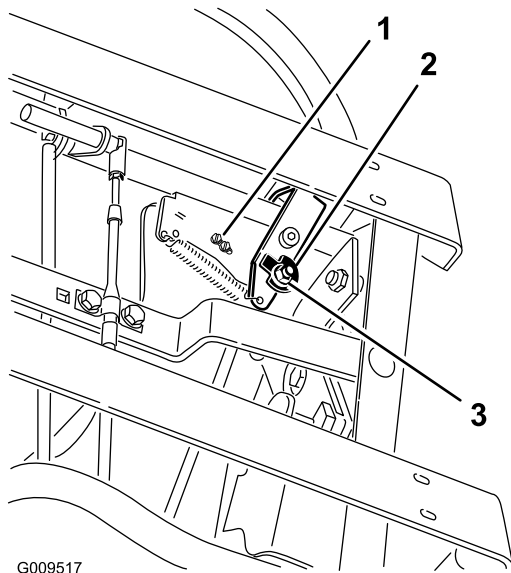
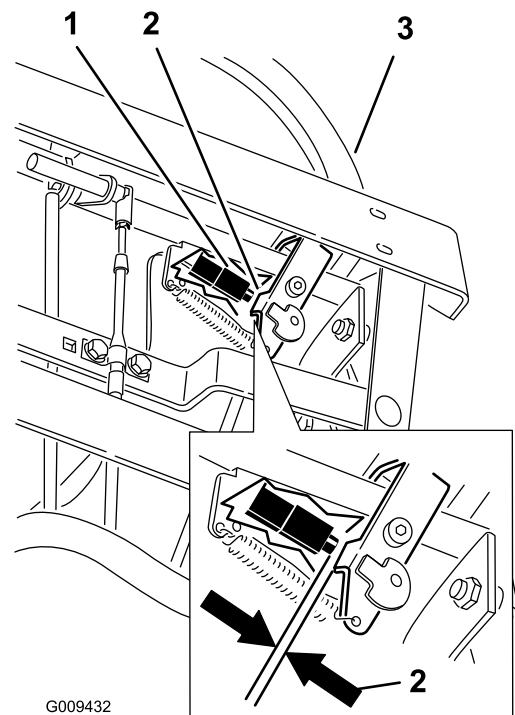

図 69
図 70
7. カムを固定しているナットとボルトをゆるめる (図 69)。
10. 図 70 に示されている、コントロール・レバーとスイッチとのすき間を点検する。すきまが 3mm あることが必要である。右側コントロール・レバーがニュートラルでロックを解除した位置にある状態で測定する。
11. 必要に応じてスイッチを固定しているネジをゆるめてスイッチの位置を調整する（図 69 と図 70）。